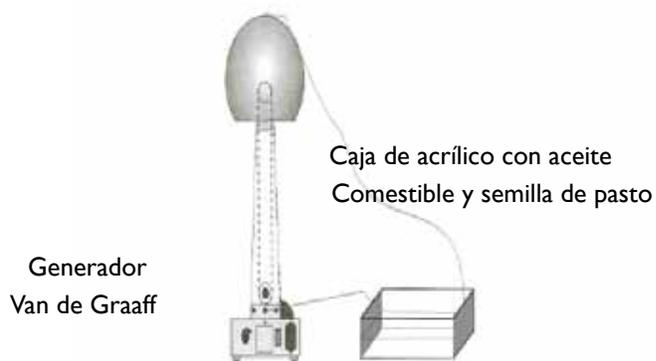

Figura 1.13 Configuración de campo eléctrico
- f) Considerar el siguiente dispositivo figura 1.13.